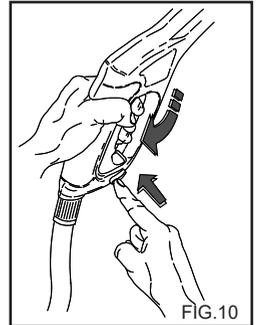

FIG.10
- Включите предохранитель на ручке пистолета, если не будете использовать аппарат (Рис. 10).